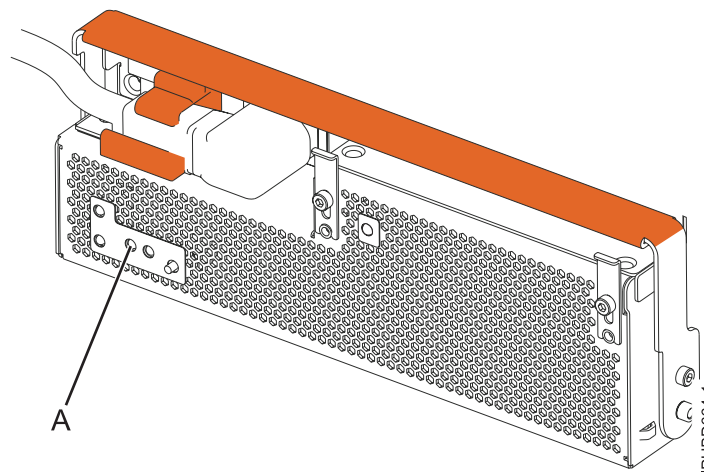

Figura 7. LED de error e identificación de FRU
4. En la parte frontal de la unidad de expansión, identifique la fuente de alimentación que se debe sustituir. Para identificar la fuente de alimentación, observe el estado del diodo emisor de luz (LED) de errores e identificación de unidad sustituible localmente (FRU) de color ámbar (A), como se muestra en la Figura 7. Un LED encendido (de manera continua o que parpadea) indica la fuente de alimentación anómala.